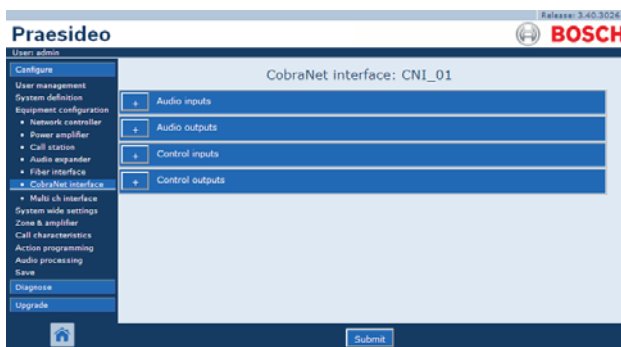

рисунок 44.39: Конфигурирование интерфейса CobraNet, шаг 2
- 2 Щелкните на названии интерфейса CobraNet, который должен быть сконфигурирован. В основной части веб-интерфейса откроется экран, подобный экрану, приведенному на рисунок 44.39.